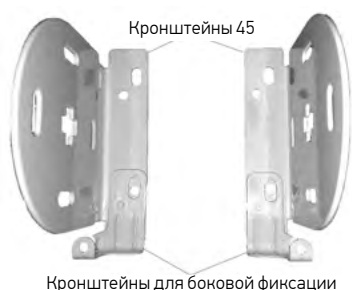

Рис. 3. Установка кронштейнов для боковой фиксации
2. Просверлить отверстия под кронштейны, при необходимости вставить дюбели. Если предусмотрено изделие с боковой фиксацией, то наложить кронштейны для боковой фиксации на обычные кронштейны (Рис.3). Прикрутить кронштейны саморезами.